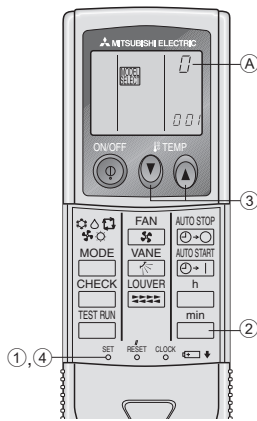

Fig. 6-8
2) Asignación de un controlador remoto inalámbrico por infrarrojos a cada unidad (Fig. 6-8)
1) Para el controlador remoto cableado (Fig. 6-8)
- ① Paso al modo de edición de funciones.